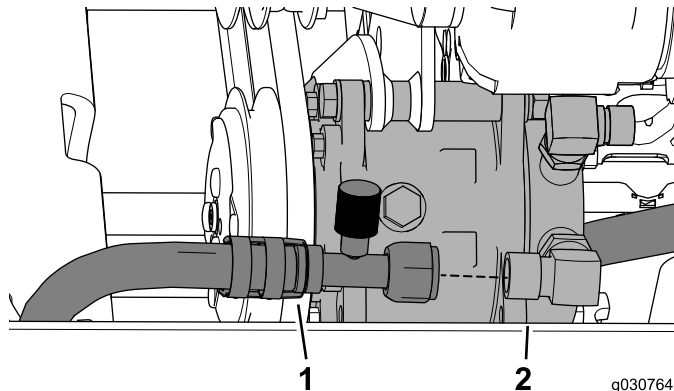

Bild 42
1. Schließen Sie den Niederdruckschlauch der Klimaanlage (7/8") von der Kabine am rechten Winkelanschlussstück (7/8") an, wie in **Bild 42** abgebildet.